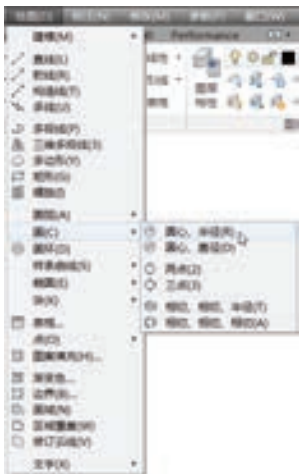

图 1-24 使用菜单命令
1) 确保当前工作界面显示有菜单栏，从菜单栏的“绘图”菜单中选择“圆”→“圆心、半径”命令，如图 1-24 所示。